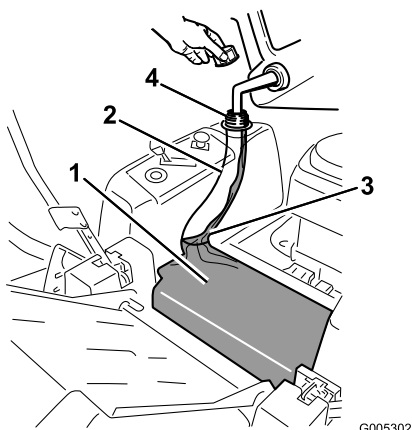

Figura 7
3. Aggiungete benzina normale senza piombo finché il corpo del serbatoio non è pieno senza che il carburante raggiunga il collo del serbatoio (Figura 7). Questo spazio nel collo serve ad assorbire l'espansione della benzina. Non riempite completamente il serbatoio.